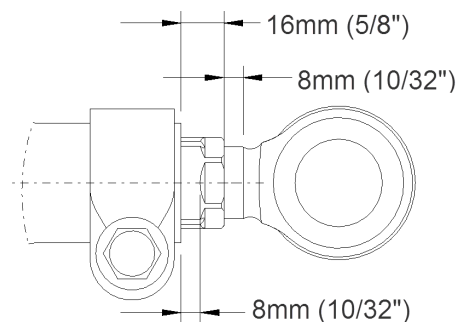

FIGURE 10
13. Régler la bague d'ajustement selon les valeurs de la FIGURE 10.